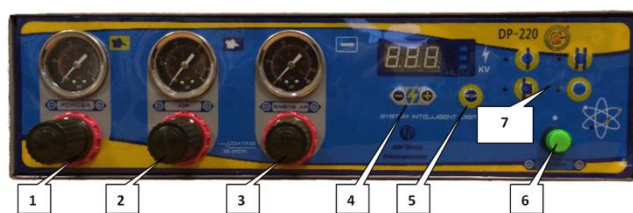

Рис.1
1. Перед включением подачи сжатого воздуха на установку, переведите в нулевое положение регулятор транспортировочного воздуха (поз.1 Рис.1.) и регулятор добавочного воздуха (поз.2 Рис.1.), регулятор подачи воздуха на обдув электрода (поз.3 Рис.1.) вращая их против часовой стрелки.
3. Установите выключатель в положение «1» (поз.6 Рис.1). Нажмите на спусковой курок пистолета и проверьте движение цифрового индикатора. Напряжение должно быть 90 КВ. (Вследствие флуктуации в напряжении индикация на цифровом дисплее может варьироваться в пределах 10 КВ).
4. Держите пистолет в кабине (при нажатом курке), и медленно повышайте давление воздуха регулятором транспортировочного воздуха (поз.1 Рис.1). Когда давление будет между 1-2,5 Бар, порошковая краска начнет выходить из пистолета.
В то время, когда порошковая краска будет выходить из форсунки пистолета, произведите более точную регулировку её потока, установив регулятором добавочного воздуха (поз.2 Рис.1) давление между 0,3 и 1,5 Бар (в каждом случае настройки индивидуальны). При помощи регулировки напряжения (поз.4 Рис.1), оператор, в зависимости от окрашиваемой детали или используемой
Возможно использование запрограммированных настроек (поз.7 Рис.1) для окрашивания различных видов поверхности.